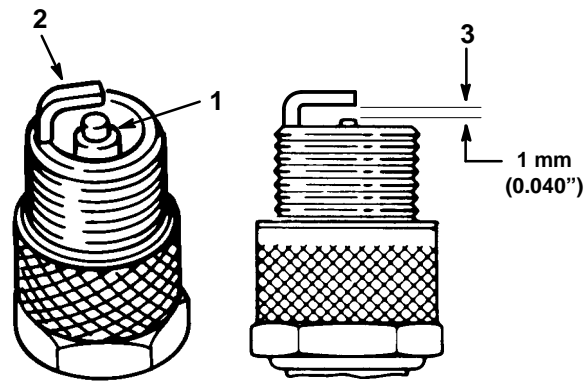

Abbildung 20
1. Die Mitte der Zündkerze ansehen (Abb. 20). Wenn der Isolator hellbraun oder grau erscheint, funktioniert der Motor richtig. Wenn sich jedoch eine schwarze Schicht auf dem Isolator gebildet hat, ist der Luftfilter verschmutzt.
2. Den Abstand zwischen den mittleren und seitlichen Elektroden prüfen (Abb. 20). Die seitliche Elektrode verbiegen (Abb. 20) wenn der Abstand nicht stimmt.